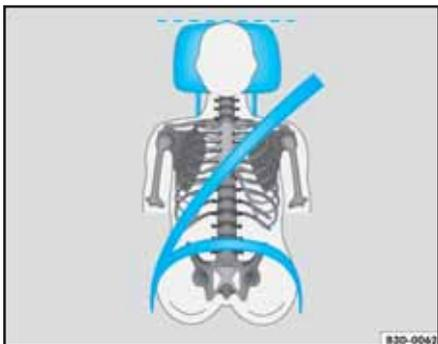
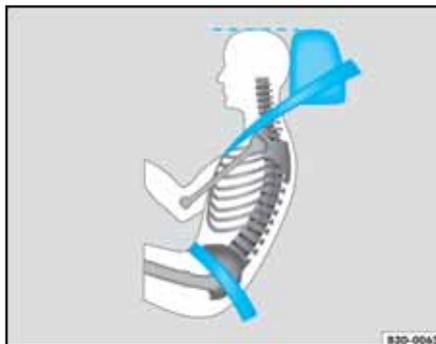

Fig. 3 Apoyacabezas correctamente ajustado visto de frente
Fig. 4 Apoyacabezas correctamente ajustado visto de lado
– Ajuste los apoyacabezas de modo que la parte superior esté al mismo nivel de la parte superior de la cabeza ⇒ fig. 3 y ⇒ fig. 4.